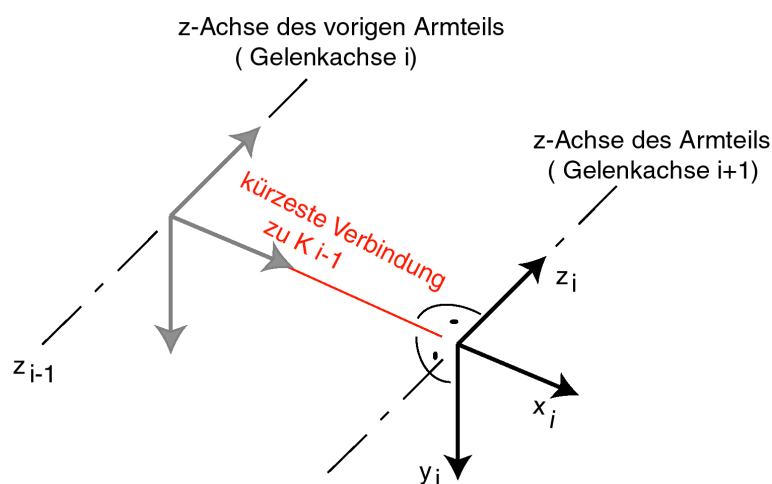

Abbildung 1.4: Die Festlegung des Koordinatensystems wenn die Bewegungsachsen parallel verlaufen und die kürzeste Verbindung zu K_{i-1} benutzt wird.
3. Wenn die Bewegungsachsen i und $i+1$ parallel verlaufen, gibt es unendlich viele gemeinsame Normalen. Darunter wird entweder die kürzeste Verbindung zu K_{i-1} oder zu K_{i+1} ausgewählt. Der Schnittpunkt dieser Verbindung mit der Bewegungsachse $i+1$ ist der Ursprung von K_i . Die z_i -Achse liegt wieder in der Bewegungsachse $i+1$, die y_i -Achse wird so gelegt, dass sich ein Rechtssystem ergibt. (Abb. 1.4 und 1.5)